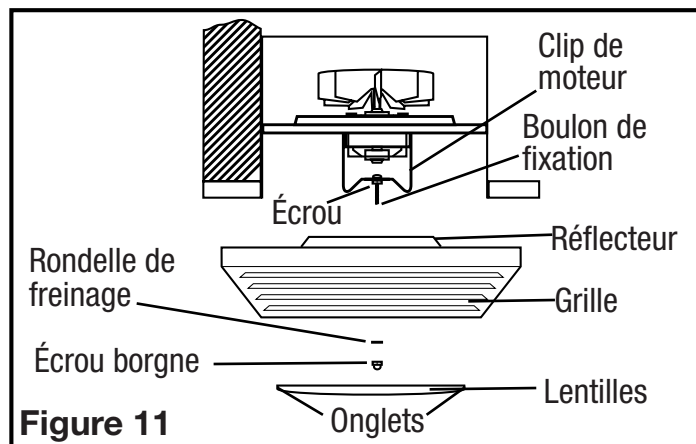

Figure 11
2. Installer la grille/ la lentille/ le réflecteur de la lumière, en enlevant d'abord les lentilles de la grille (il y a deux onglets de chaque côté qui tiennent en place la lentille). Ensuite, enlever l'écrou borgne et la rondelle de sécurité qui sont installés sur le boulon de montage du réflecteur dans le châssis du ventilateur. Ajuster la hauteur du boulon de montage du réflecteur pour que la grille soit bien serrée contre le plafond fini et à moins de 0,6cm (1/4po) du boulon de montage du réflecteur en saillie au travers du réflecteur. Serrer en position le boulon en serrant l'écrou installé en usine contre le clip du moteur (Figure 11).